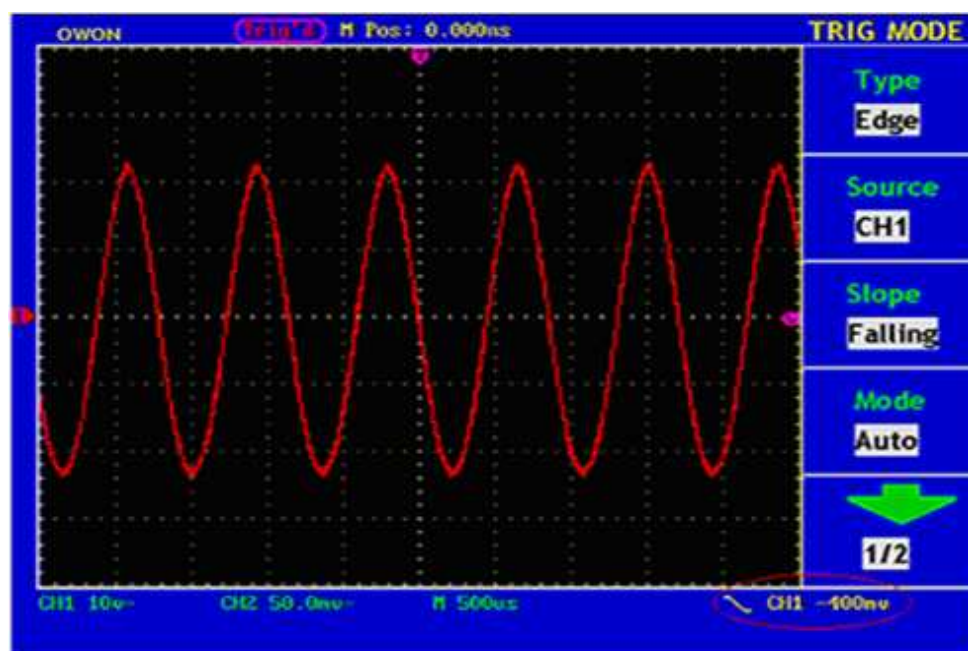

Fig. 29 立下がりエッジでトリガされた波形
9. F3 ボタンを押して、立下がりスロープを選択します。画面表示は Fig.29 のようになっていることを確認してください。